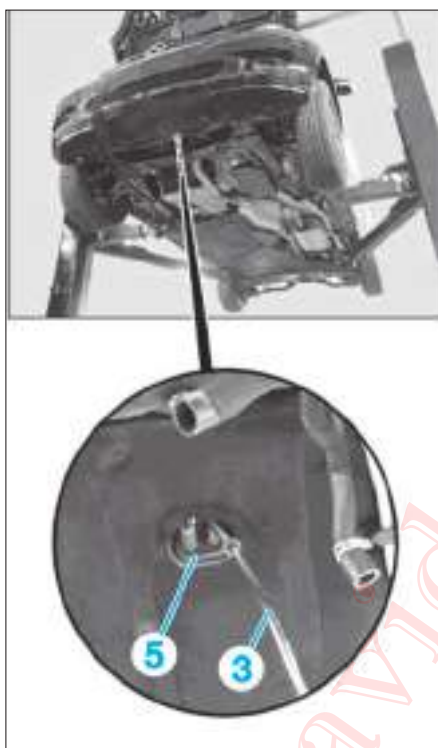

FIG. 16
- Chasser le manchon d'étanchéité (5) du tablier (Fig.16).